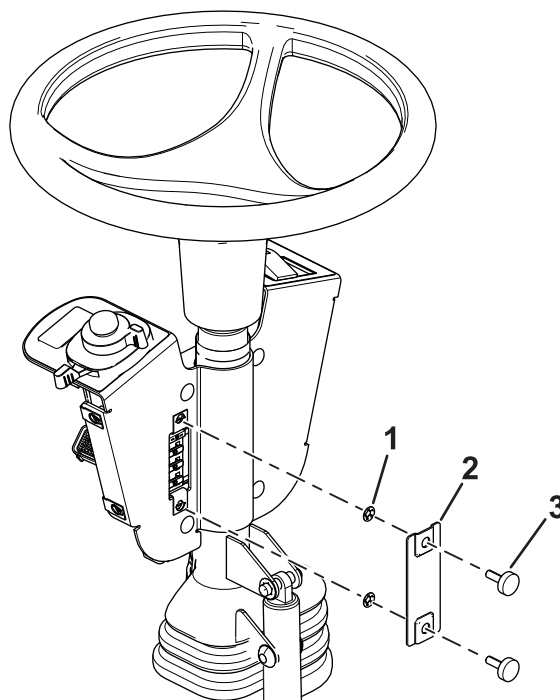

Figura 9
11. Montate il coperchio fusibili sul supporto dell'interruttore con 2 viti a testa zigrinata e 2 dadi in gabbia (Figura 9).
Nota: Accertatevi che i dadi in gabbia siano montati all'interno del coperchio dei fusibili (Figura 9).